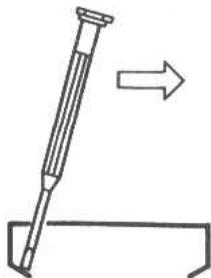

图 1.14
- (1) 可拆卸印刷电路板(4 端子)是用金属固定件钩住的。金属固定件的拆卸方法是,将扁平螺丝刀(钟表用最小的一种)等插入金属固定件的孔中,取下下侧的挂钩,见图 1.14。
- (2) 按可拆卸印刷电路板(12 端子)插座的两端,即可取下可拆卸印刷电路板。